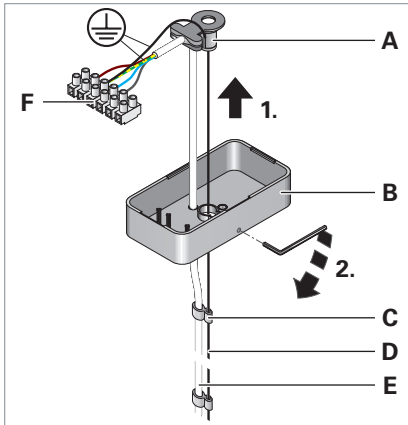

Fig. 8: Baldachin montieren.
- ▶ Schieben Sie den Baldachin **B** am Drahtseil **D** und an der Anschlussleitung **E** nach oben, siehe Fig. 8.